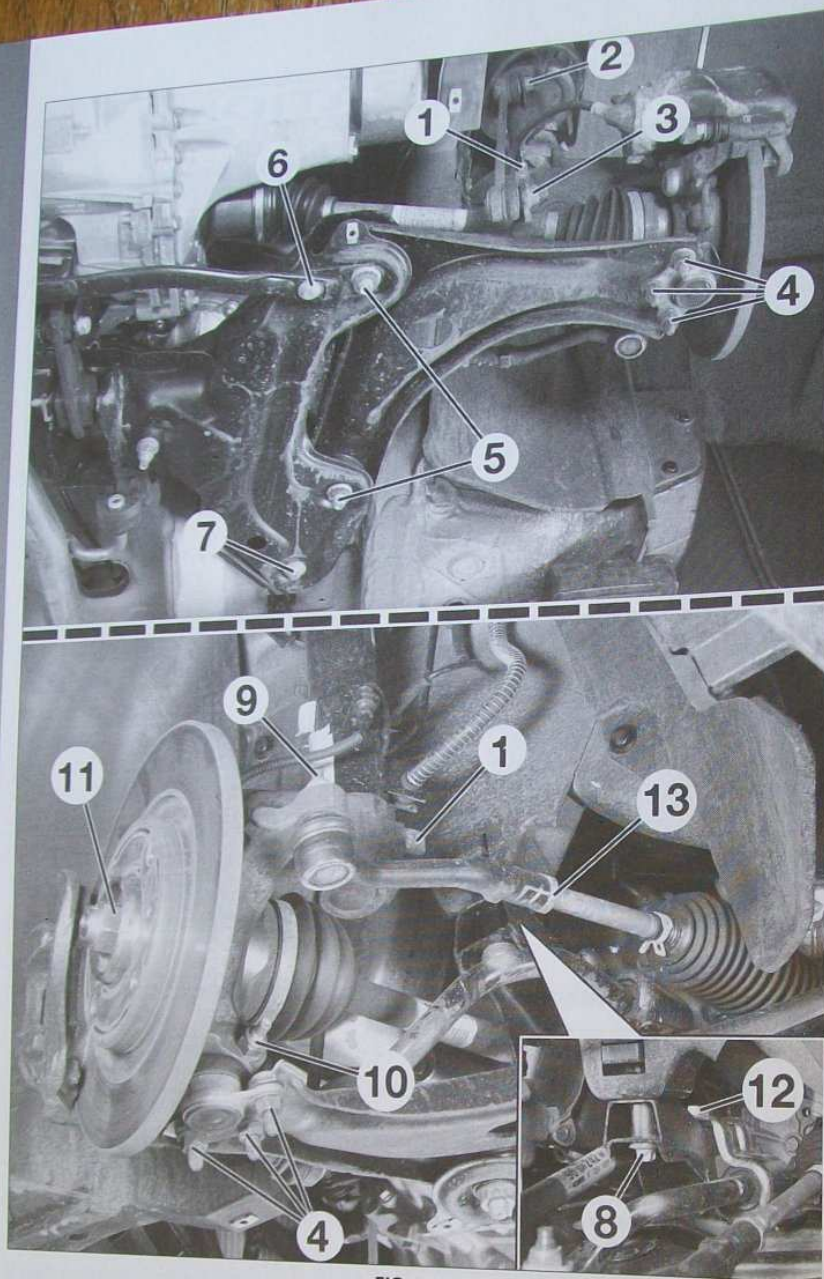
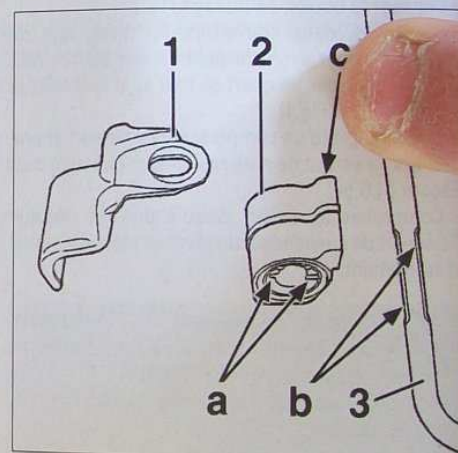

FIG.4
FIG.5
- Déposer l'écrou (2) de la biellette et désaccoupler celle-ci de l'élément de suspension (Fig.4).
- Déposer le boulon de bridage (1).
- Déposer la clé d'écartement et mettre en place le boulon de bridage (1) (Fig.4).
- l'écrou (3) de la biellette de liaison de barre stabilisatrice et la désaccoupler (Fig.4).
- les vis de fixation (7) et (8) du berceau afin d'écartier celui-ci sans le déposer (voir opération concernée).
- la vis de fixation (12) du palier de la barre stabilisatrice.
- la bride du palier (1) (Fig.5).
- vérifier l'état des paliers élastiques (2) de la barre stabilisatrice (3) puis veiller à les engager sur celle-ci, en alignant leurs méplats intérieurs (a) avec ceux de la barre (b) et en orientant leur bossage (c) vers le haut de la bride (1) (Fig.5).
• Déposer le boulon de bridage (10) de la rotule inférieure (Fig.4).
Déserrer l'écrou de transmission (11) (Fig.4).
- le boulon de bridage (1) de l'élément de suspension (Fig.4).
- le boulon de bridage (10) de la rotule inférieure.
- l'écrou (9) de la rotule de direction et la désaccoupler du pivot à l'aide d'un extracteur approprié.